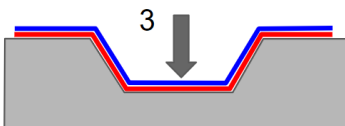

Abbildung 5
- 5) Sobald die Folie mit der Oberfläche in Kontakt kommt, drücken Sie sie mithilfe einer Kunststoffrakel oder dem Finger fest an, wann immer das angemessen ist. Das ist äußerst wichtig, um unter dem Material eingeschlossene Luft auszutreiben. Wenn sich Luftblasen zeigen, stechen Sie diese bei Bedarf auf. *Abbildung 5*